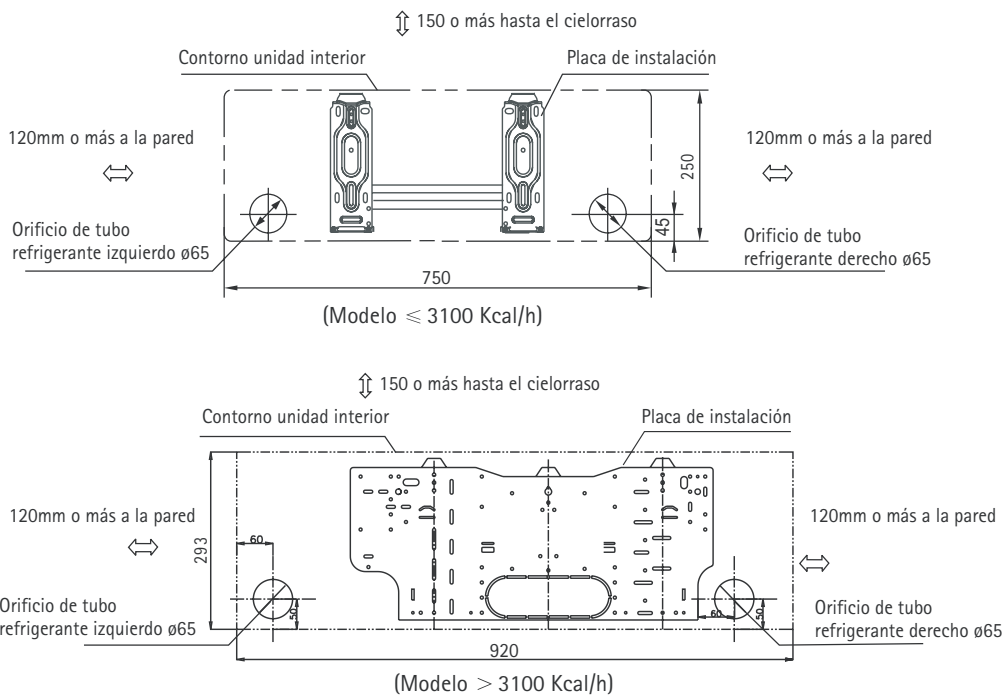

Fig.5
1. Determine las posiciones de los orificios de acuerdo con el diagrama que se detalla en la Fig. 5. Perfore un (1) orificio (ø 65mm) con ligera pendiente hacia el exterior.